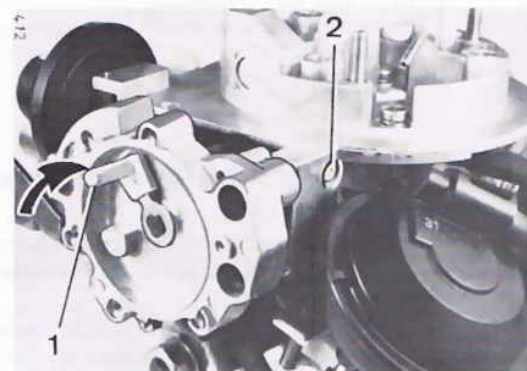

Bild 10
b) Starterklappenspalt „a“ (groß) (Bild 10, 11)